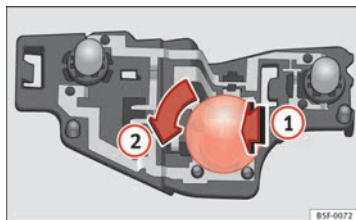

Fig. 156 Emplacement des ampoules sur le support d'ampoules.
- Insérez l'ampoule dans le support en appuyant légèrement ⇒ fig. 156 (1), tournez-la ensuite vers la gauche (2) et retirez l'ampoule défectueuse.